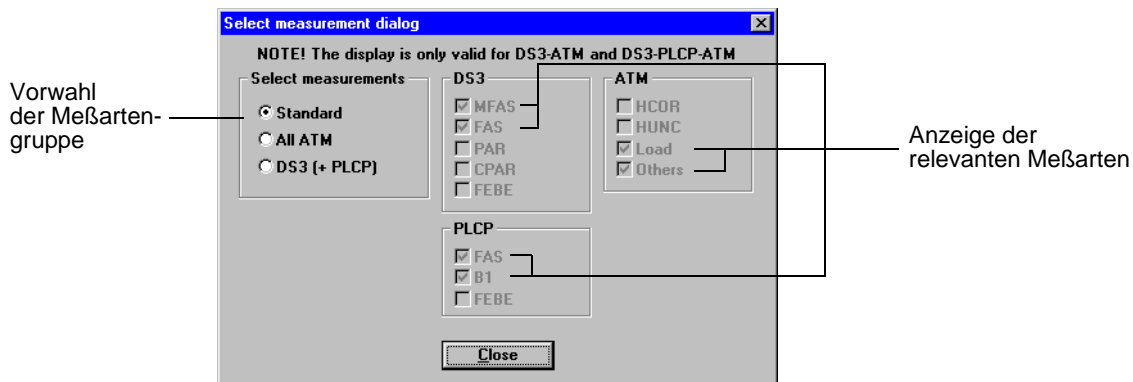

Bild B-19 Dialogfenster zur Vorwahl der Meßarten bei den Mappings DS3 und DS3 PLCP
- Gruppe "Standard": Zur Vorwahl der wichtigsten Meßarten in der Struktur (siehe Bild B-19).